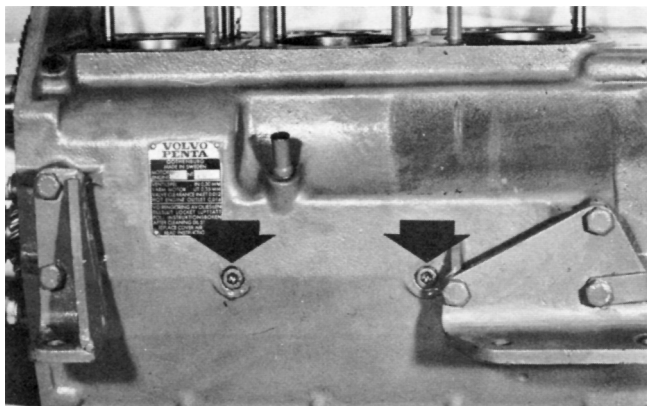

Fig. 27. Låsskruvar för mellanlager, MD3B.
**MD2B, MD3B:** Lossa och tag ut stoppskruven som sitter mitt för mellanlagret i motorblocket, se fig. 27.